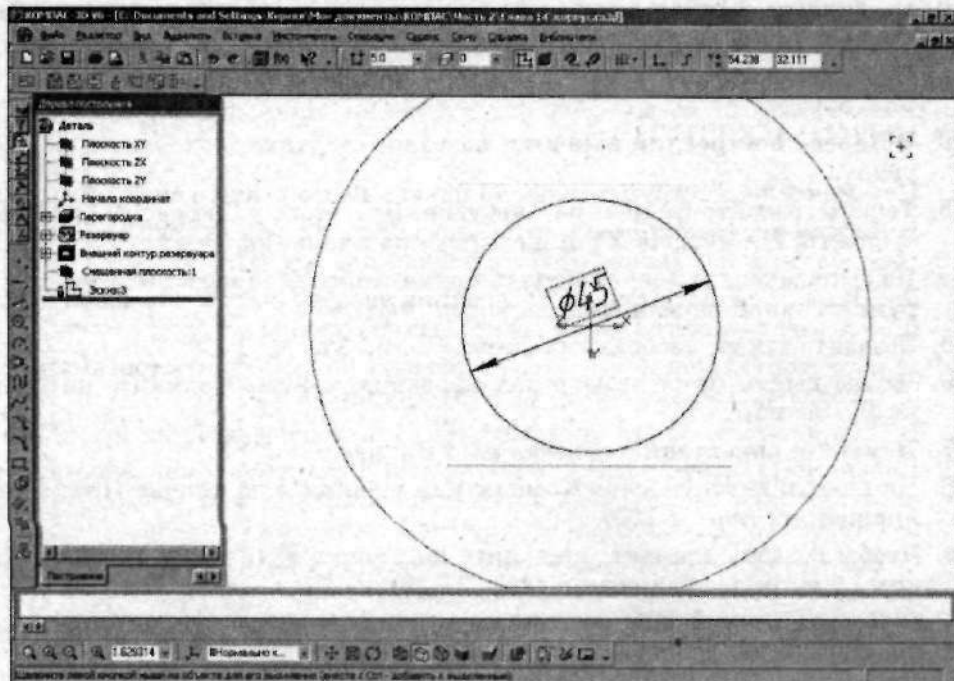

Рис. 2.131. Эскиз для патрубка
5. В созданной плоскости постройте эскиз, изображенный на рис. 2.131.